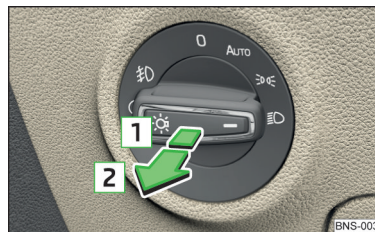

Fig. 70 Comutatorul de lumini - activați farurile de ceață/lampa de ceață spate
- ✓ Comutatorul de lumini se află în poziția **AUTO**, sau » fig. 70.